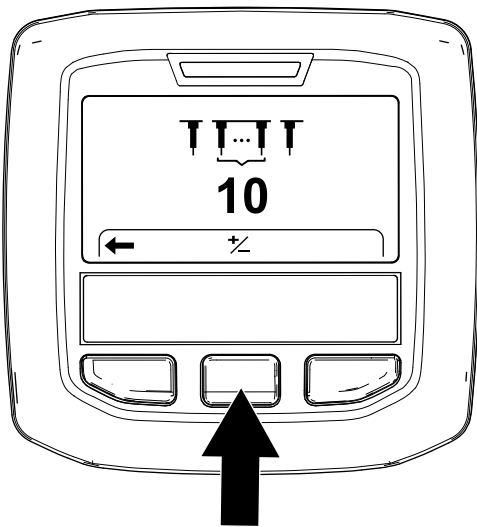

Figura 61
3. Pulse el botón derecho del InfoCenter hasta que se muestre la pantalla Setting the Tine Quantity (Ajuste de la cantidad de taladros) (Figura 61).